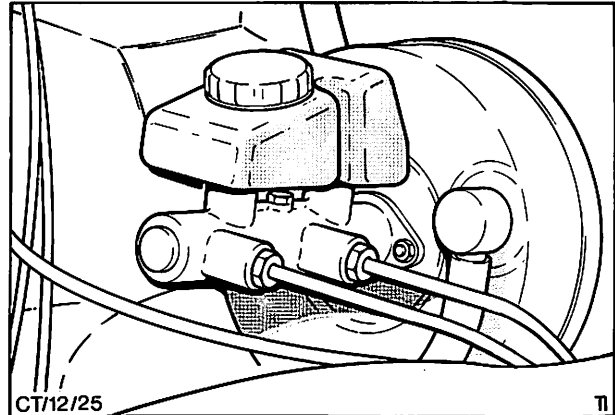

Abb. 3 Ausgleichbehälter – Bremsflüssigkeit
2. Verschlußdeckel abschrauben und Stand der Bremsflüssigkeit prüfen, Abb. 3. Falls erforderlich, vorgeschriebene Bremsflüssigkeit (siehe Technische Daten) nachfüllen.